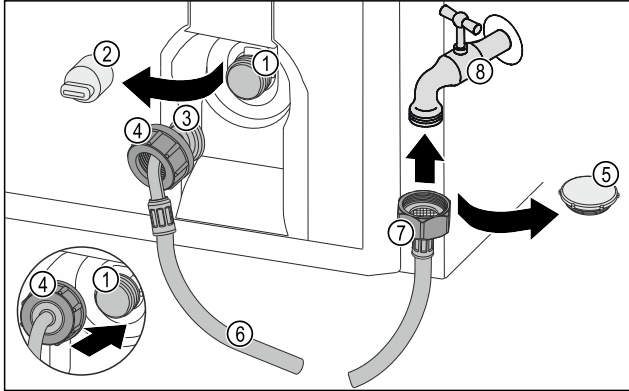

Fig. 16
- Retirer le capuchon de fermeture Fig. 16 (5).
- Placer l'extrémité de flexible droite Fig. 16 (7) sur le robinet d'eau Fig. 16 (8).
- Serrer l'écrou sur l'extrémité de flexible droite Fig. 16 (7) dans le sens des aiguilles d'une montre.